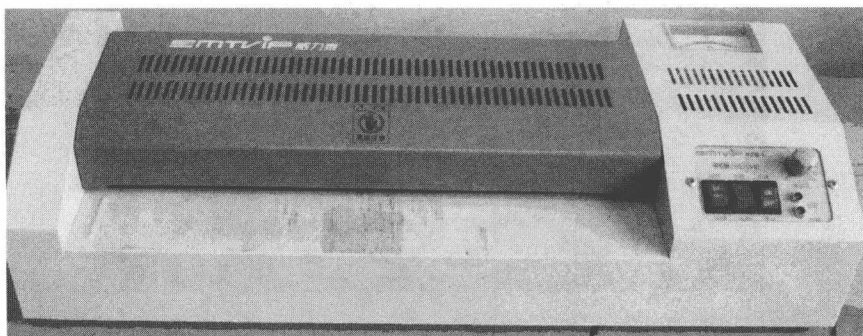
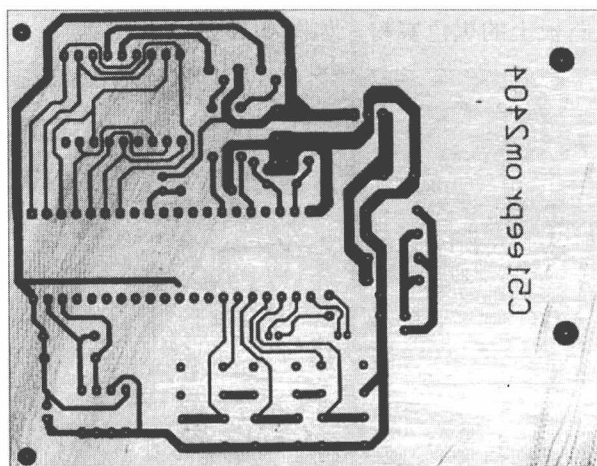

图 0-11 热转印机
图 0-12 热转印机转印到敷铜板的图形
③ 采用图 0-11 所示的热转印机将热转印纸上的炭粉通过热转印机转印到敷铜板上，如图 0-12 所示。